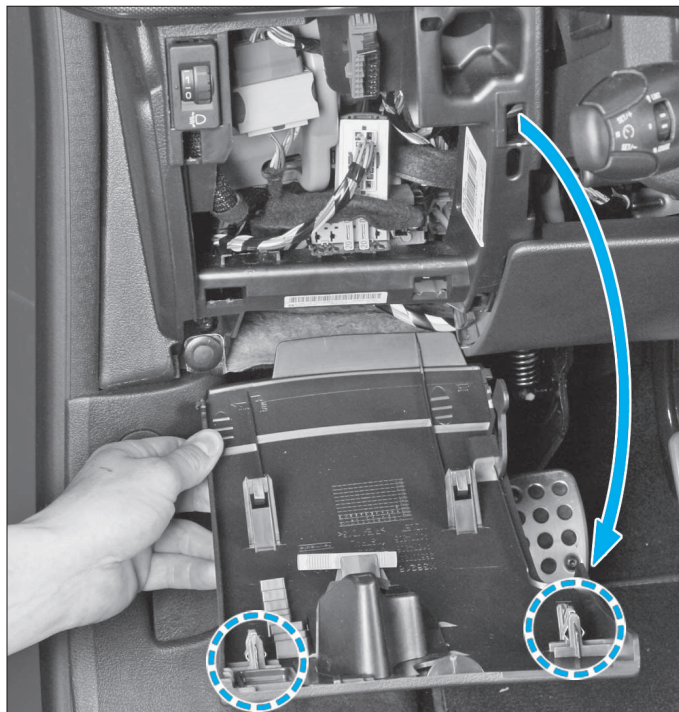

FIG. 18
- Le cache situé à l'extrémité de la planche de bord se dégrafe par le haut puis se bascule (Fig.18).